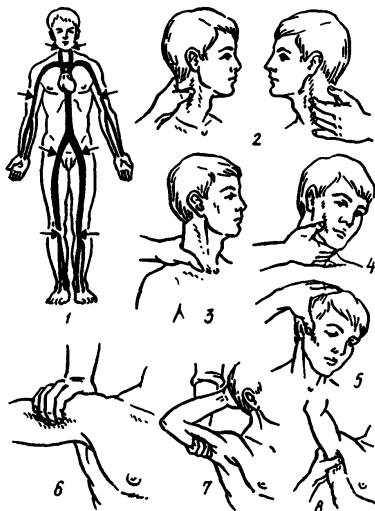

Рис. 7
2) Прижатие пальцами кровоточащего сосуда к кости (рис. 7).